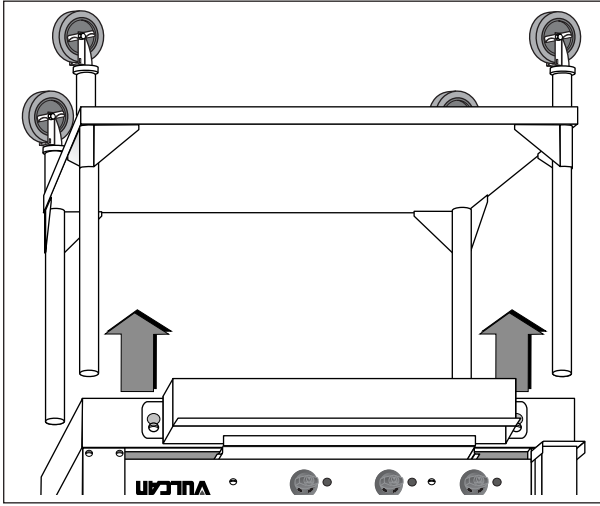

Figure 4
1. Abaisser le grilloir sur les quatre pattes du support en y appuyant le dessous du bâti (Fig. 4).